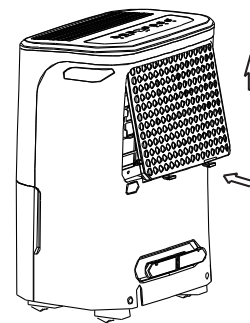

Fig. 10
- Før inn luftfilteret nedenfra og opp. Se Fig 10.